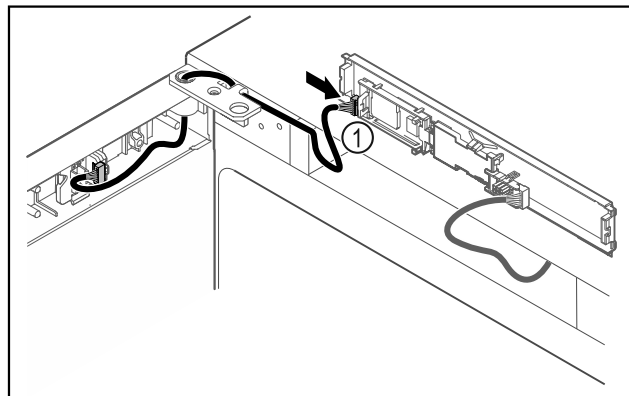

Fig. 50
- Wtyczkę Fig. 50 (1) należy podłączyć do płytki drukowanej.